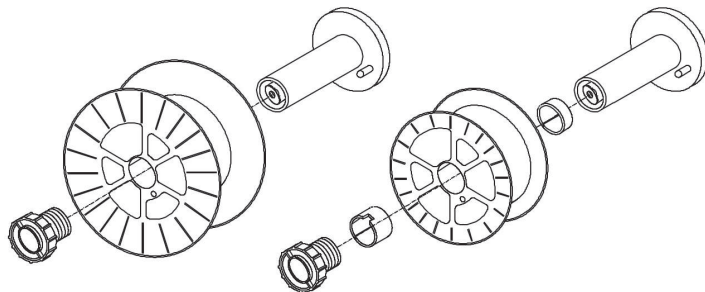

Figura 16
- Para bobinas menores, também é necessário montar os espaçadores como mostrado na Figura 16.